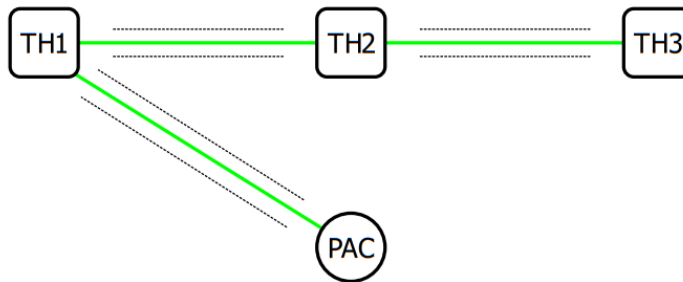
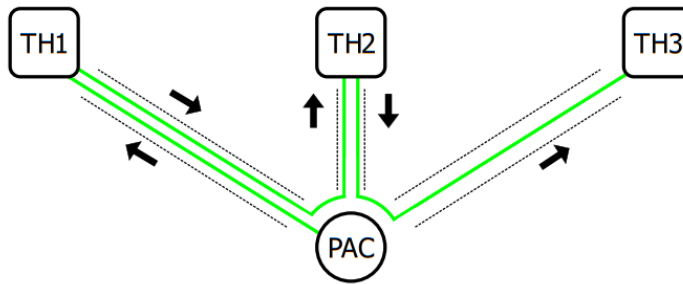

Figure 1
Figure 3
Dans la plupart des constructions, des gaines électriques sont prévues de la PAC à chaque thermostat mais pas entre les différents thermostats (voir figure 1). Pour parer à cela il suffit de câbler des aller-retours entre les e-Th (Th-Tune) et la PAC (voir figure 3).
- Bus 3 fils : 3 x 0,25 mm² - 0,75 mm² (6x si aller-retour, voir figure 3)